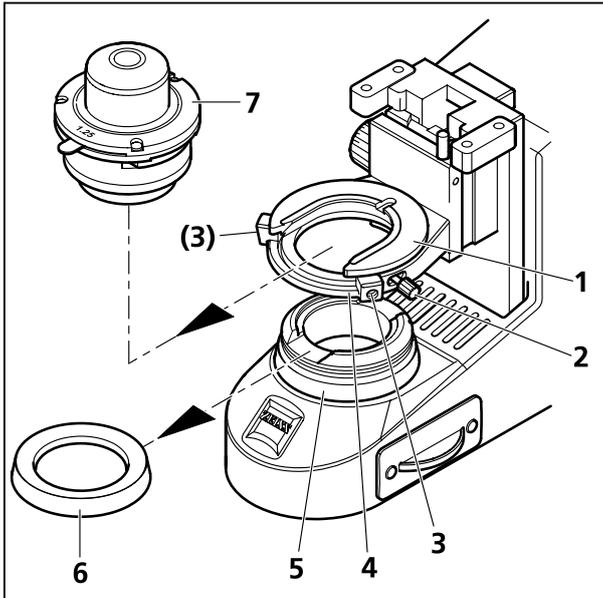
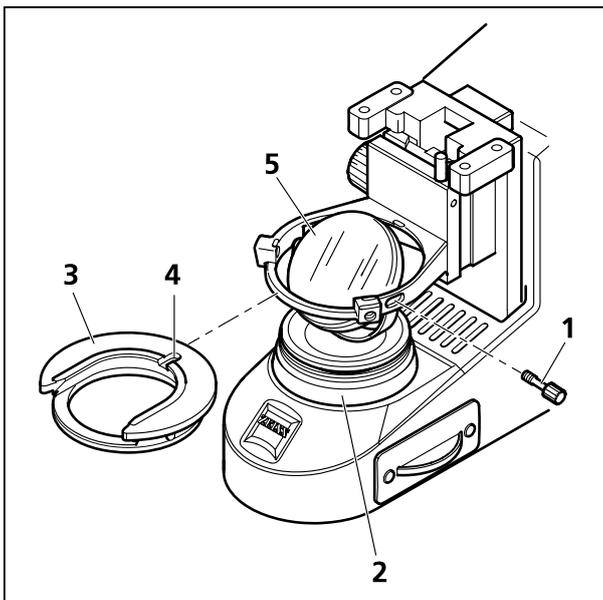

Fig. 15 Dépose et pose du condenseur
Fig. 16 Pose et dépose du miroir
- Dévissez l'anneau de fermeture (Fig. 15/6) qui recouvre le diaphragme de champ lumineux (Fig. 15/5).
- A l'aide d'une clé à six pans creux, desserrez la vis de blocage Fig. 15/2) du condenseur et les vis de réglage (Fig. 15/3) du support de condenseur (Fig. 15/4) juste ce qu'il faut pour pouvoir extraire le condenseur (Fig. 15/7) par l'avant. Sortez le condenseur (Fig. 15/7).
- Dévissez complètement la vis de blocage (Fig. 15/2 ou Fig. 16/1) pour la retirer du porte-condenseur (Fig. 15/1 ou Fig. 16/3).
- Repoussez le porte-condenseur monté sur ressort afin de pouvoir l'extraire du support de condenseur (Fig. 15/4) en le tenant légèrement incliné.
- Insérez le miroir (Fig. 16/5) par le haut à travers l'ouverture du support de condenseur pour le déposer sur la surface d'appui du diaphragme de champ lumineux (Fig. 16/2). Veillez à ce qu'il soit posé bien à plat.
- Retirez le miroir (Fig. 16/5) par le haut à travers l'ouverture du support de condenseur.
- Insérez le porte-condenseur (Fig. 15/1 ou Fig. 16/3) par le haut à travers l'ouverture du support de condenseur, en le tenant légèrement en biais. Repoussez le ressort pour positionner le porte-condenseur à plat dans le support.
- Remettez en place la vis de blocage du condenseur (Fig. 16/1) dans le porte-condenseur.
- Insérez le condenseur dans le porte-condenseur. Veillez pour cela à ce que la vis d'orientation située à l'arrière du condenseur s'engage bien dans la rainure (Fig. 16/4) du porte-condenseur.
- Avec les deux vis de centrage (Fig. 15/3) centrez l'image dans le champ d'observation.